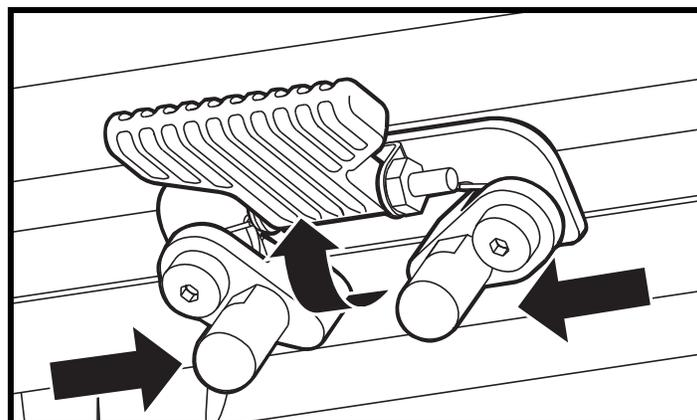

Figure 14. Loquet de sécurité (Deverrouille)
3. Basculez le loquet du siège vers la haut. Voir la figure 14.